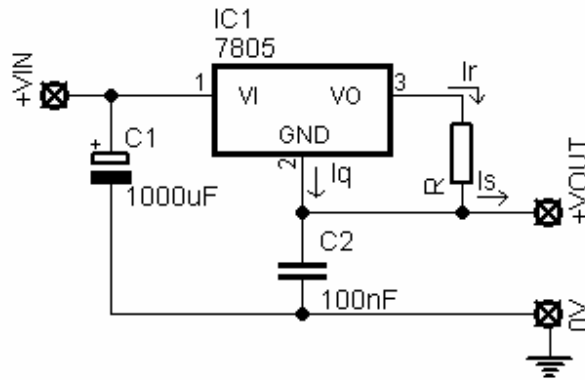

Fig.1.4
Existem casos que necessitamos de uma fonte de corrente constante como por exemplo um carregador de baterias. Como temos uma tensão sempre fixa entre a saída do regulador e o pino de referência, se acrescentarmos um resistor (R) teremos uma corrente sempre fixa na saída como mostra a Fig.1.4.